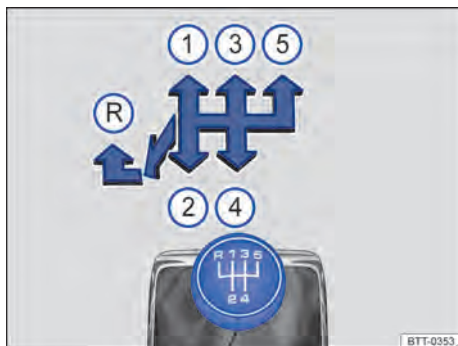

Fig. 91 Esquema de la transmisión manual de 5 marchas.
Las posiciones de cada marcha están representadas en la palanca de cambios → fig. 91.
- Empujar la palanca de cambios totalmente hacia la izquierda y después hacia adelante hasta la posición de la marcha atrás → fig. 91 (R).